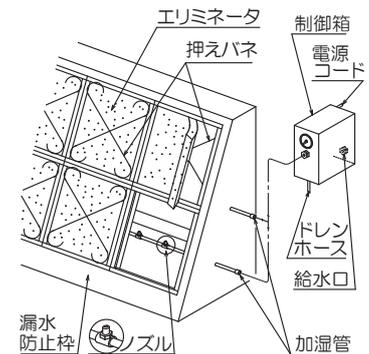

図2-19 高圧水スプレー式加湿器
- ・加湿管は漏水防止枠に収められ、樹脂製エリミネータが噴霧水の飛散を防止します。加圧ポンプ内蔵の制御箱は空調機側面に設置され、給水は制御箱の給水口より行います。(図2-19参照)